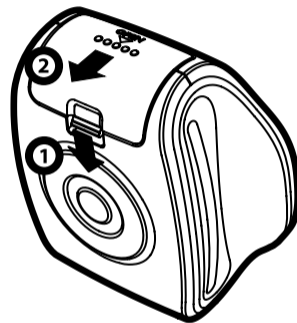

Рис.7. Порядок действий для открытия батарейного отсека
- Откройте батарейный отсек, как показано на Рис.7: нажмите на запирающий язычок в направлении стрелки 1 и сдвиньте крышку батарейного отсека в направлении стрелки 2;